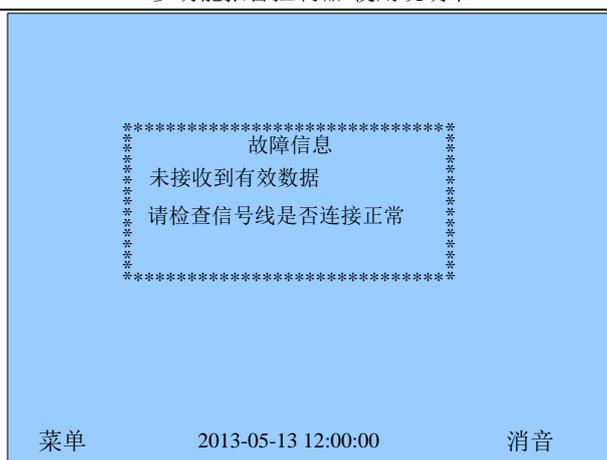

图 30 故障显示
- 开机之后，等待一段时间后，当没有接收到一个探头的数据时，显示该界面。如图 30 所示：